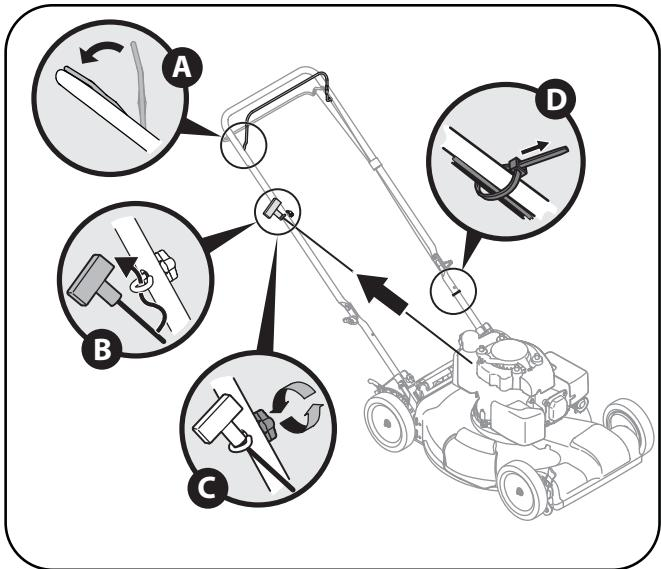

Figure 3-6
4. Le guide de la corde du démarreur est installé sur la droite du guidon supérieut. Desserrez le boulon à oreilles qui maintient le guide de la corde en place. Voir la Figure 3-6.
- Dégagez lentement la poignée du démarreur à lanceur du moteur et faites passer la corde dans son guide. Voir la Figure 3-6.